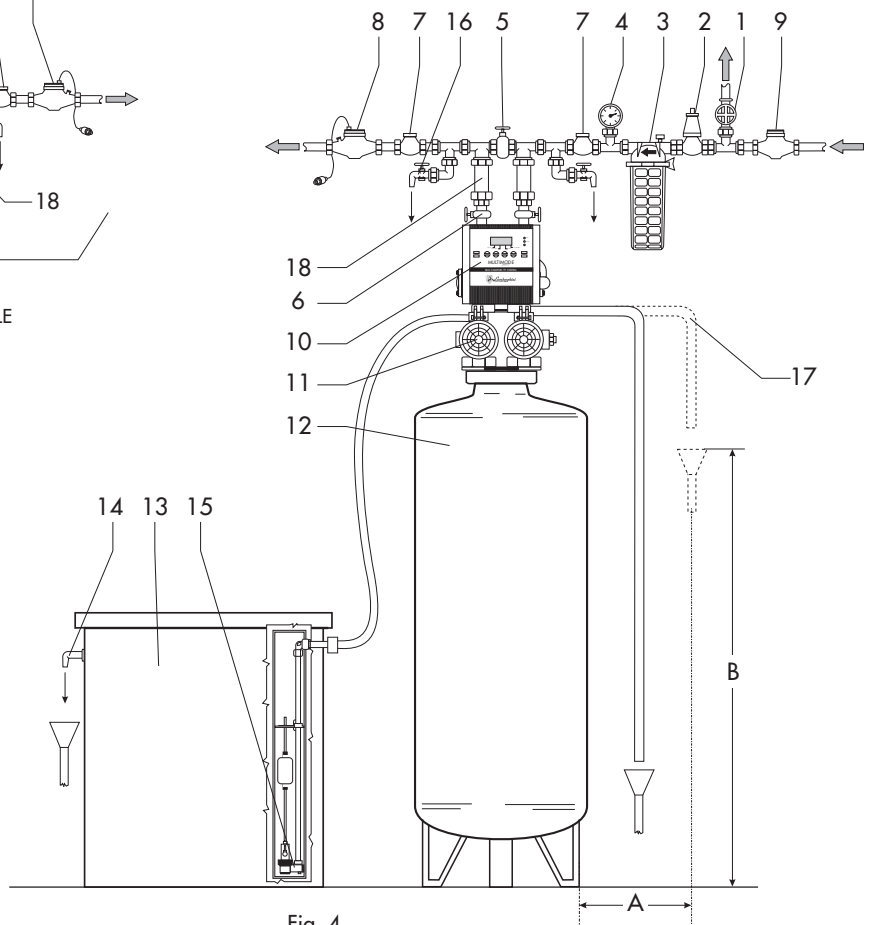

Fig. 4
- Realice la conexión hidráulica como indica el esquema Fig.4, conectando la entrada del agua dura y la salida de agua descalcificada como indican las flechas representadas en la válvula.